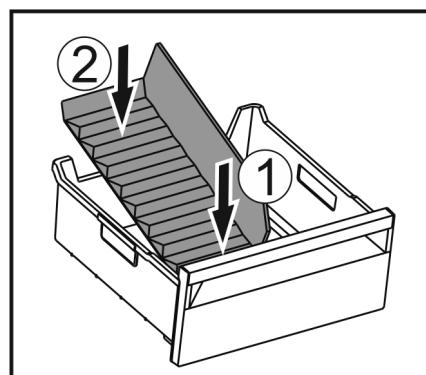

Fig. 147
► Установите переднюю часть разделителя отделения для льда. Fig. 147 (1)
► Опустите заднюю часть разделителя отделения для льда на дно выдвижного ящика. Fig. 147 (2)